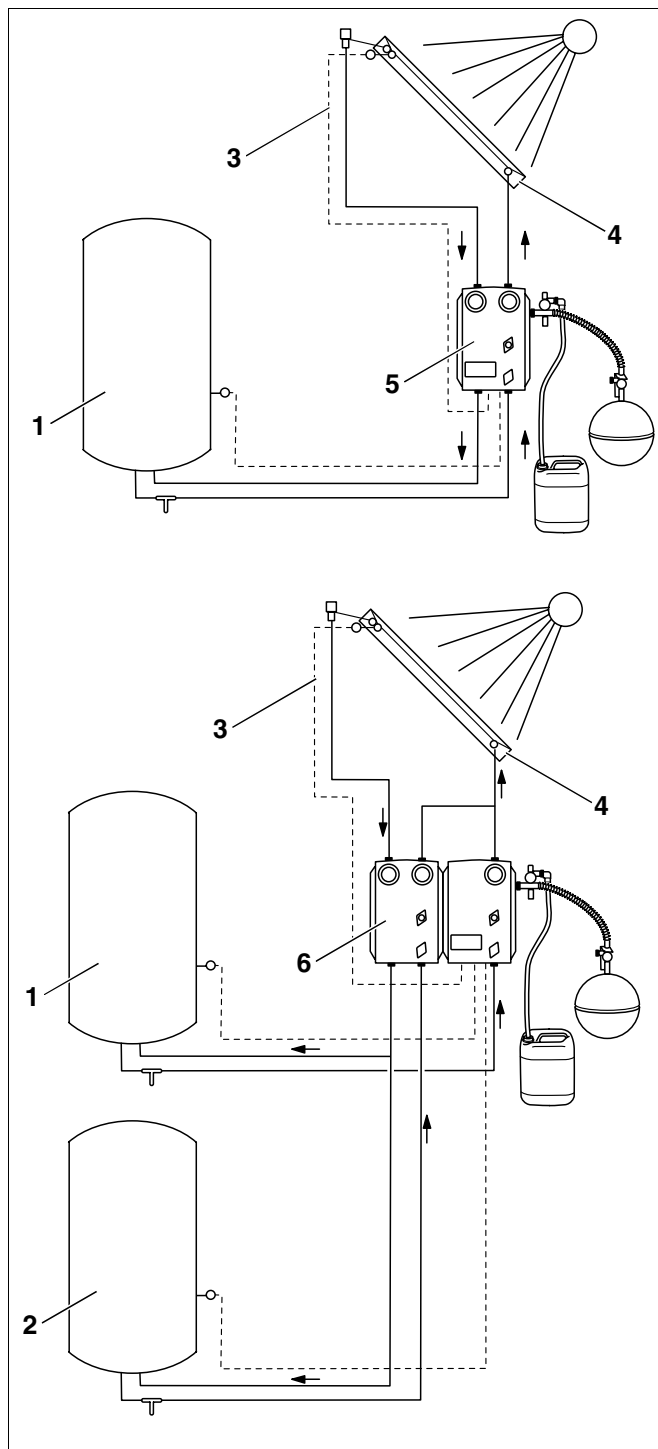

Fig.4 Tubagem do sistema de aquecimento por energia solar – Estação solar de um ou dois consumidores
Os colectores (Fig. 4, **Item 4**), a estação solar completa (Fig. 4, **Item 5**) e o ou os termoacumulador(es) solar(es) (Fig. 4, **Item 1 e 2**) são ligados entre si por meio de tubos de cobre ou de aço inoxidável.
- Ao instalar as tubagens até à estação solar completa (regulação), prolongue também até aí o cabo da sonda do colector (Fig. 4, **Item 3**).